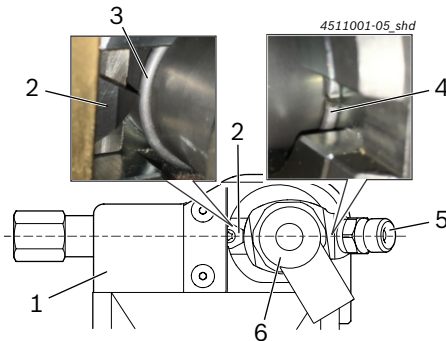

Fig. 5: Högtrycksanslutning (pos. 5) för den motsatta vändskärplattan (pos. 2)
7. Skjut CRI som i Fig. 5 så långt det går in i demonteringsverktyget och håll det i denna position.
- ⇒ Positionerad låsringen (Fig. 5, pos. 3) precis i vändskärplattans höjd (Fig. 5, pos. 2).